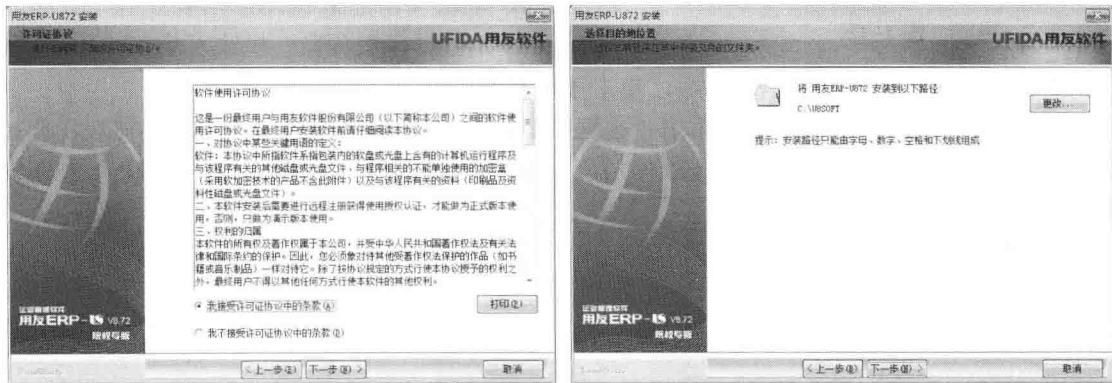

图 1-10 欢迎界面
① 打开 ERP-U8.72 存放目录，双击“Setup.exe”文件，显示欢迎界面，如图 1-10 所示。